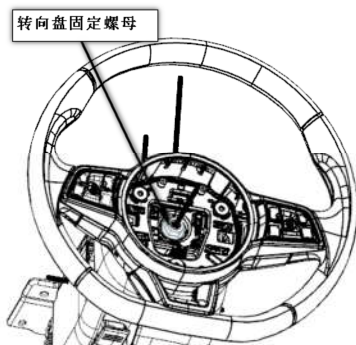

图 2-4
- ① 脱开线束接头。
- ② 使用 18# 套筒拆下转向盘固定螺母，如图 2-4 所示。